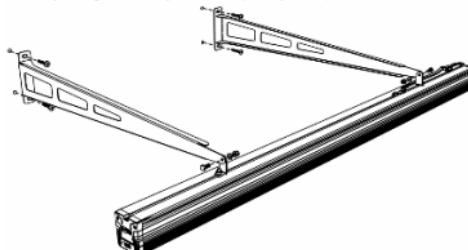

Рисунок 2 Установка креплений
- 3.3 Установите крепления на ровную поверхность (см. рис.2.).